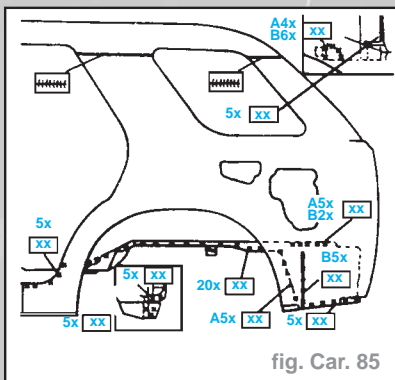

fig. Car. 85
- Reposer le panneau latéral intérieur arrière et le passage de roue (fig. Car. 85) - voir plan de mesures de la carrosserie.